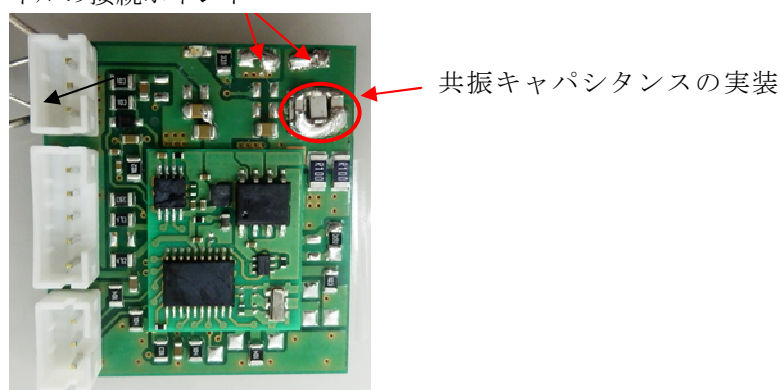

図 4. 送電デバイスの共振キャパシタンスの実装
- ② 測定したインダクタンスから式(1)により共振キャパシタンスを計算し、図 4 に示すように送電デバイスに共振キャパシタンスを実装する。また、送電コイルも送電デバイスに実装する。